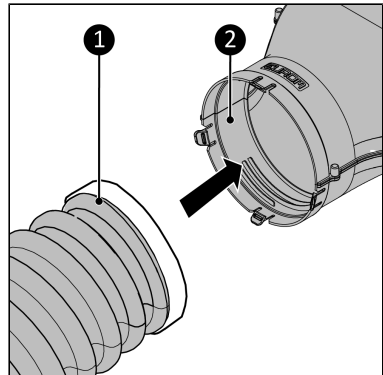

Abbildung 156.
- Mit einem Klicksystem für einen Schlauch mit Kragen (Abbildung 156, Pos. 1).
1. Führen Sie den Klimaanlagenschlauch (Abbildung 156, Pos. 1) in den Hauptkörper (Abbildung 156, Pos. 2) ein.